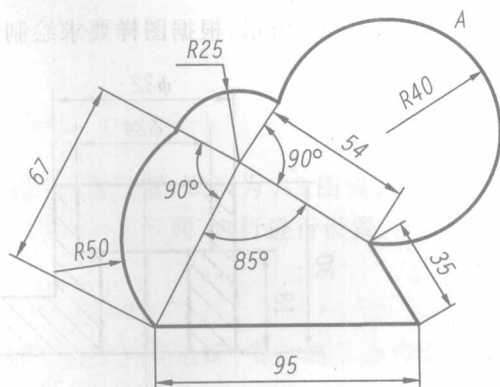

图 1-12 几何平面图形 5
17. 如图 1-12 所示, 根据图样要求绘制平面图形并求 A 弧长度和整个图形的周长。